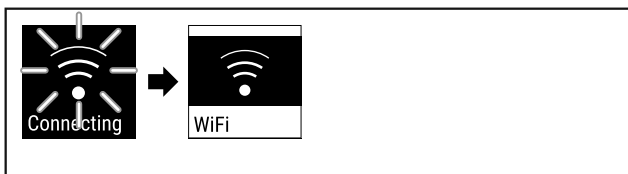

Fig. 76
- ▶ Връзката се установява (виж Fig. 76).